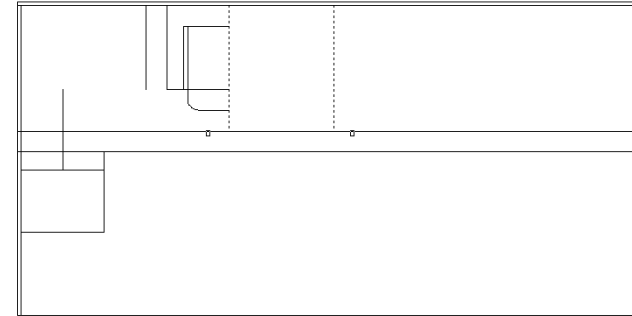

Рис. 4.26 ▼ Точки выбора вспомогательной линии для ее отсечения
3. Запустите инструмент **Обрезать** (Trim), выберите в качестве секущих ребер только что продленные линии, а затем щелкните на верхней вспомогательной линии в местах, показанных на рис. 4.26. После удаления лишних сегментов линии завершите команду **Обрезать** (Trim) нажатием **Enter**.